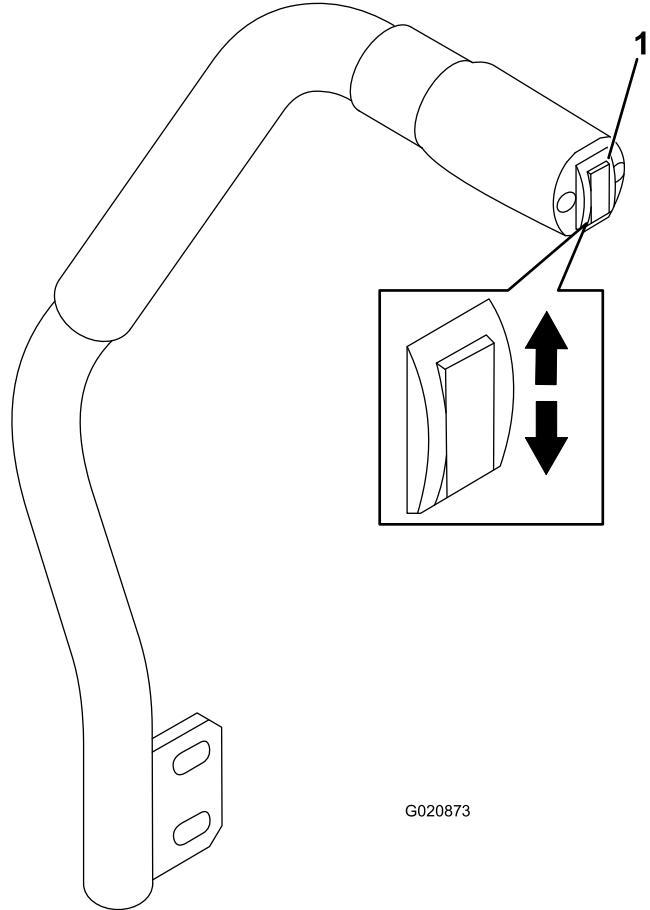

Figure 19
La commande de relevage du tablier de coupe permet de relever et d'abaisser le tablier de coupe (Figure 19).
- Pour abaisser le tablier de coupe, appuyez sur le bas de la commande (Figure 19).
- Pour relever le tablier de coupe, appuyez sur le haut de la commande (Figure 19).
1. Lorsque le moteur tourne, repousser la commande de levage du tablier de coupe vers le haut jusqu'à ce que le tablier soit complètement levé puis **relâchez immédiatement la commande** (Figure 19).